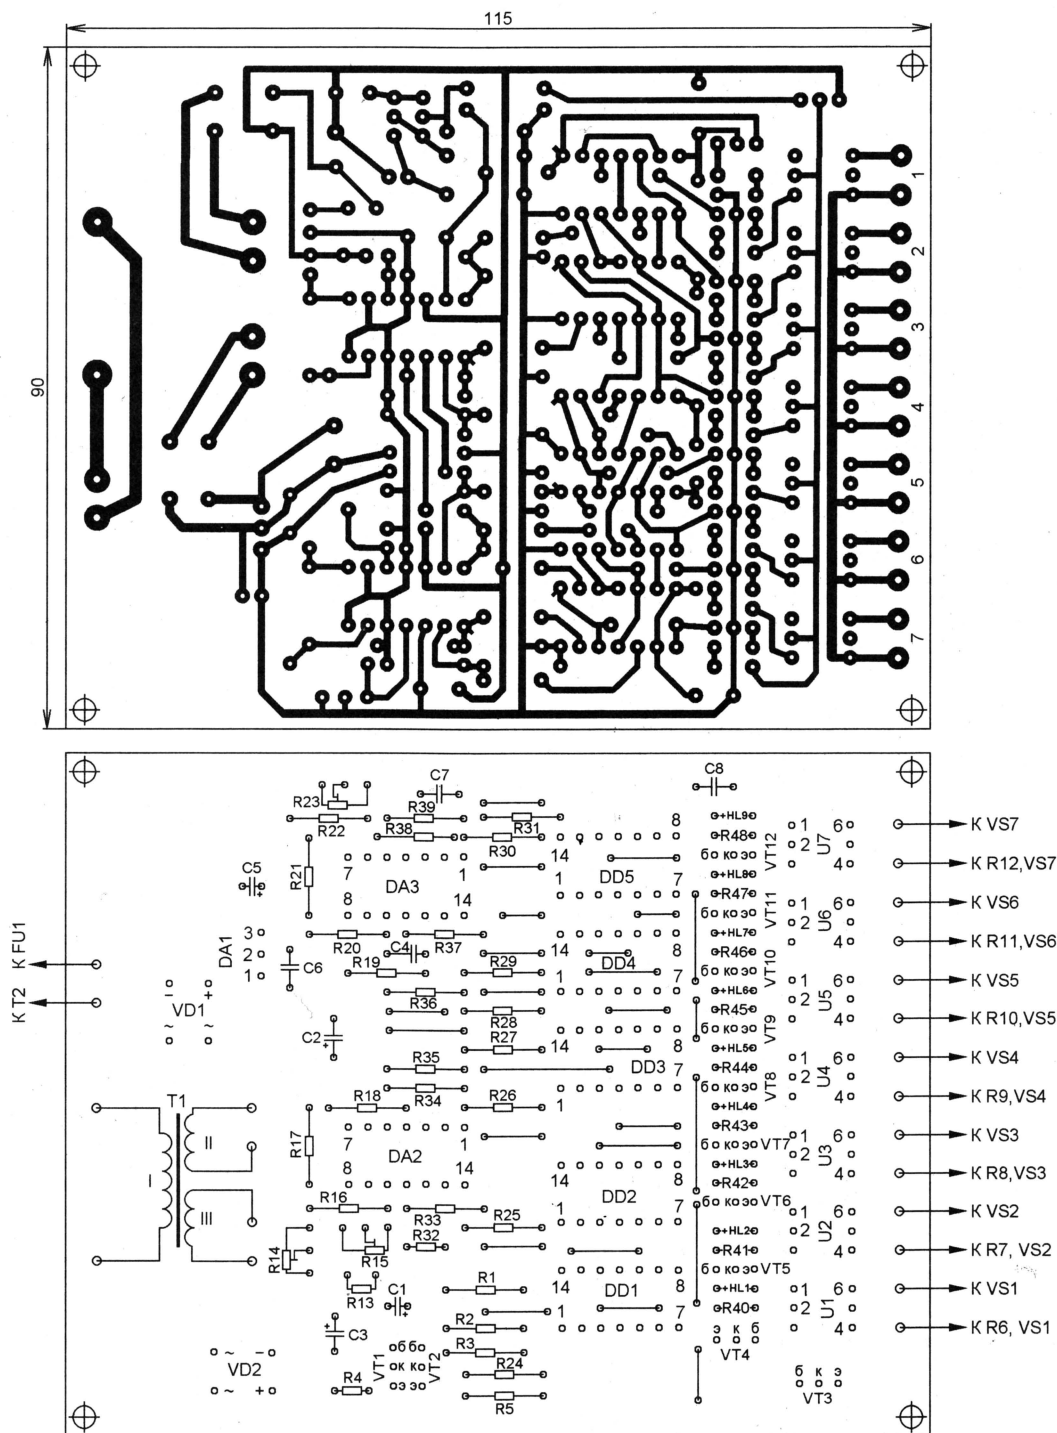

Рис. 2
**Конструкция и детали.** Стабилизатор собран на печатной плате из односторонне фольгированного стеклотекстолита толщиной 1,5 мм, чертеж которой показан на рис. 2. Светодиоды HL1—HL9 смонтированы так, чтобы при установке печатной платы в корпус они попали в соответствующие отверстия на передней панели устройства. В зависимости от конструкции корпуса возможен вариант монтажа светодиодов со стороны печатных проводников. Сопротивление токоограничительных резис-